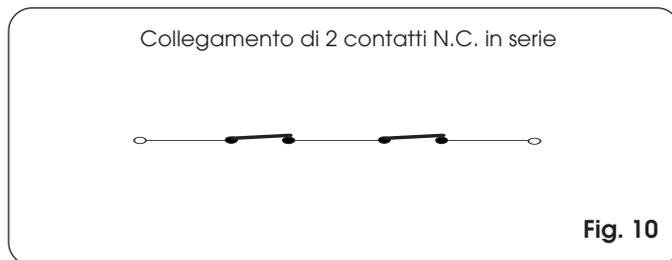

Fig. 10
**N.B.:** se due dispositivi con contatto N.C. hanno la stessa funzione vanno collegati in serie tra di loro (Fig. 10).